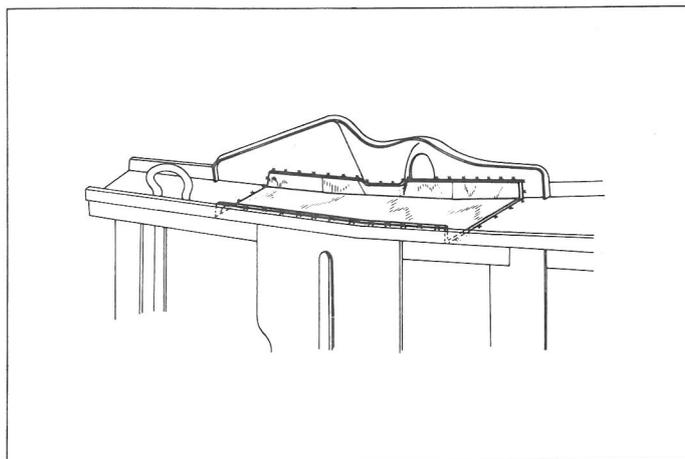

Fig. 3
4. Mettre en place les renforts extérieurs (voir fig. 3.). Les fixer à l'âme du châssis par quelques points de brasure ou de soudure, puis les souder sur leur pourtour.